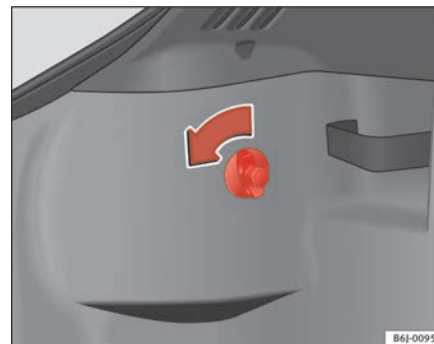

Fig. 156 Acceso a pilotos posteriores
- Gire el tornillo en el sentido de la flecha con la mano o la ayuda de un destornillador ⇒ fig. 156.
- Retire el conector del alojamiento (A) ⇒ página 237, fig. 156